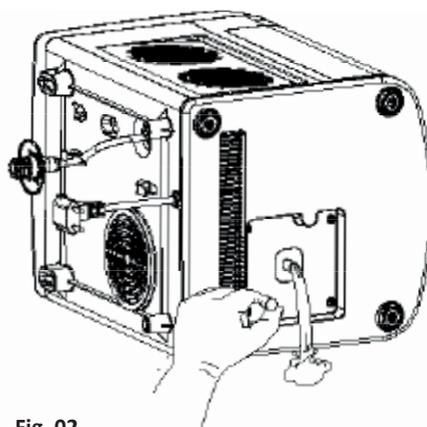

Fig. 02
- Posteriormente retire a tampa do dreno com a mão até escoar totalmente a água. (Fig. 02).